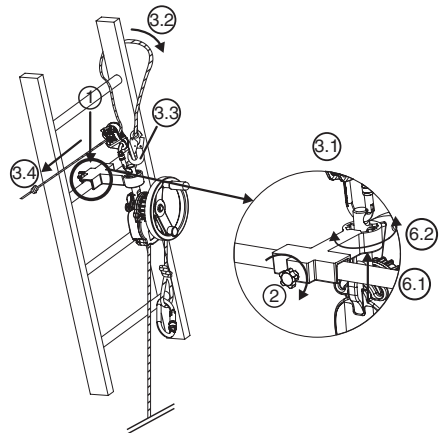

Abb. 7
6.3.3. Gerät derope™ UP K (Abb. 7)
- Den kleinen Adapter an der für die Rettung erforderlichen Stelle über der zu rettenden Person an der Leitersprosse anbringen (Abb.7, 1).
- Den Sicherungsbolzen an der Rückseite des kleinen Adapters mit Hilfe des Rändelknopfs festziehen (Abb.7, 2).
- Den Karabinerhaken der Einstellvorrichtung LCM 05 in der oberen Bohrung des Befestigungsbolzens befestigen (Abb.7, 3.1).
- Das Halteseil um die über dem Adapter gelegene Sprosse und um einen der Leiterholme führen (Abb.7, 3.2).
- Den Karabinerhaken des Halteseils am Karabinerhaken der Einstellvorrichtung LCM 05 befestigen (Abb.7, 3.3).
- Das Halteseil durch Ziehen am Leertrum spannen (Abb.7, 3.4).
- Das derope™-Gerät nach Bedarf ausrichten, indem die Position des Befestigungsbolzens in der Positionierungsvorrichtung geändert wird (Abb.7, 6.1 – 6.2).